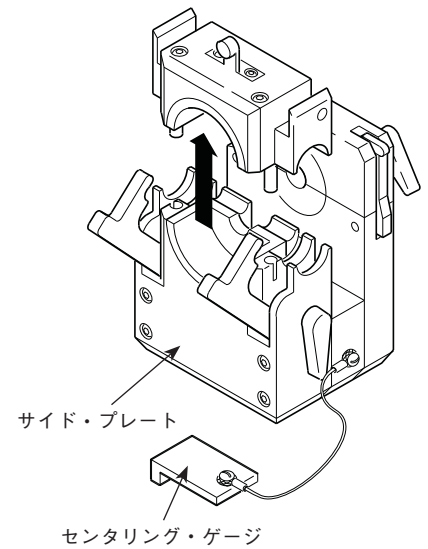

図 20: サイド・プレートの上部を取り外す
5. CWS-5FSP2 サイド・プレート上部のラッチを外し、上部を取り外します。図 20 をご参照ください。